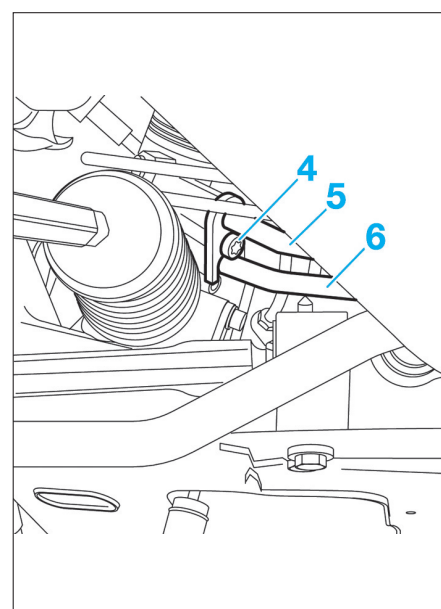

FIG. 10
- Déposer la vis (4) et désaccoupler l'ensemble bride (5) de la valve d'assistance de direction et le tuyau (6) (Fig.10).